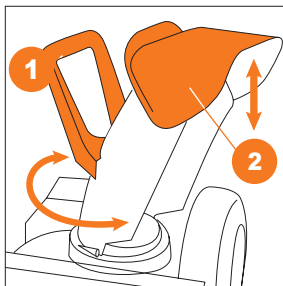

Рис. 22
- Вы можете изменять направление и дальность выброса снега, с помощью ручки изменения направления **1** и дефлектора **2** на DAST 6060 (Рис. 22).